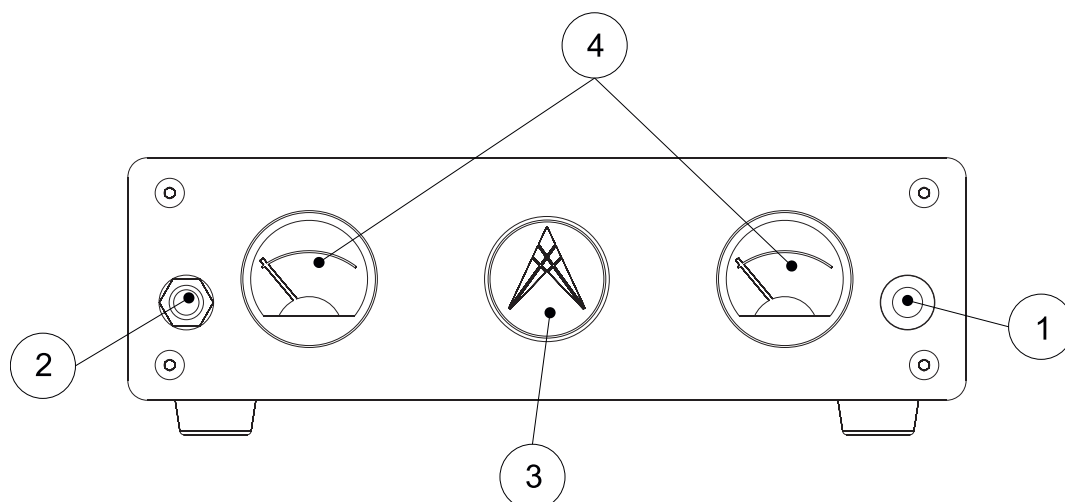

Рис. 3. Интерфейс на передней панели устройства
- Подключите соединительный межблочный кабель 2RCA-2RCA к выходу источника сигнала (ЦАП / Фонокорректор / CD-проигрыватель и т.п.) и ко входу устройства (соблюдайте направленность соединительного межблочного кабеля) к контактной группе устройства 1 или 2 на задней панели (см. раздел «Интерфейс на задней панели устройства», рис. 3, ④, ⑤).
- Подключите соединительный кабель наушников с разъемом Jack TRS 6.3 мм в соответствующий разъем на передней панели (см. раздел «Интерфейс на передней панели устройства», рис. 3, ②).
При нажатии кнопки включения (см. раздел «Интерфейс на передней панели устройства», рис. 3, ①) устройство включается, при повторном нажатии устройство выключается.
- Установите ручку громкости устройства (см. раздел «Интерфейс на передней панели устройства», рис. 3, ③) в положение минимальной громкости.
- Регулируйте уровень выходной громкости с помощью ручки громкости устройства (см. раздел «Интерфейс на передней панели устройства», рис. 3, ③).
- Если устройство используется в режиме подключения Pre-Out (см. раздел «Подключение устройства в режиме Pre-Out»), установите максимальный уровень громкости усилителя мощности или активной акустической системы, регулируйте уровень громкости ручкой громкости устройства (см. раздел «Интерфейс на передней панели устройства», рис. 3, ③).
- Проверьте уровень громкости. Убедитесь, что ручка громкости устройства (см. раздел «Интерфейс на передней панели устройства», рис. 3, ③) не стоит в минимальном положении. Увеличьте уровень громкости при необходимости.
- Устройство имеет номинальную чувствительность по входам, равную 2 В RMS. Убедитесь, что подключенное ко входам устройства оборудование имеет номинальное выходное напряжение в пределах 1 - 5 В RMS (можно проконтролировать с помощью индикаторов уровня входного сигнала (см. раздел «Интерфейс на передней панели устройства, рис. 3, ④)).